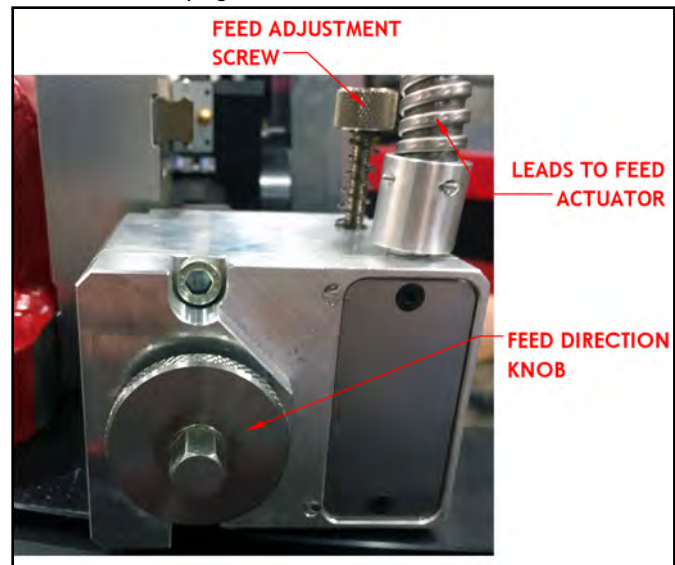

FIGURE 4-6. VIS DE RÉGLAGE DE L'AVANCE ET BOUTON DE DIRECTION DE L'AVANCE
6. Réglez le bouton de direction de l'avance (comme le montre la Figure 4-6, page 26) dans le sens désiré.
1. Débrayez les doigts d'embrayage (voir Figure 4-6).